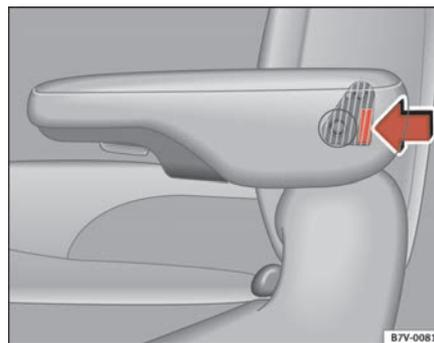

Fig. 94 Reposabrazos desmontable: tecla
- Agarre el reposabrazos por la parte de atrás y pulse la tecla ⇒ **página 139, fig. 94** en la dirección de la flecha.